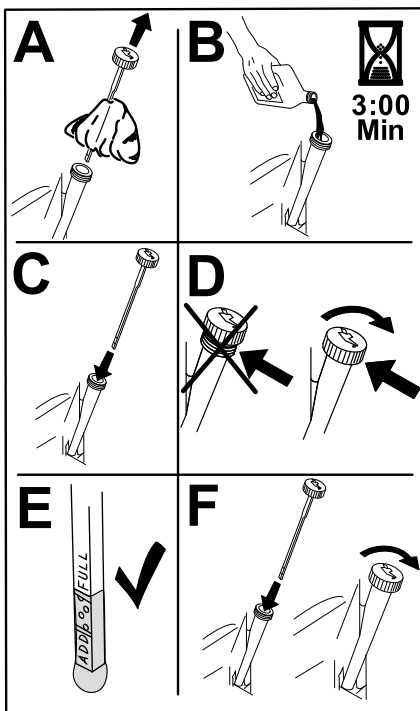

Figura 42
- Deite cerca de 80% do óleo especificado no tubo de enchimento e adicione lentamente o óleo adicional até chegar à marca Cheio (Figura 42).